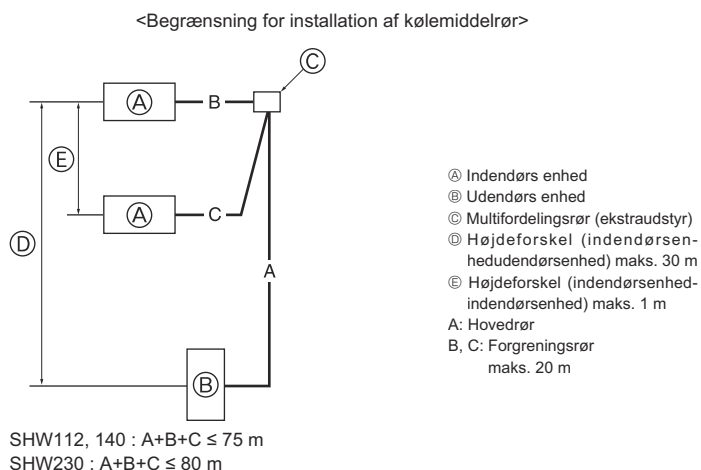

Fig. 4-10
4.8. For dobbelt/tredobbelt/firdobbelt kombination (Fig. 4-10) (kun for klimaanlæg)